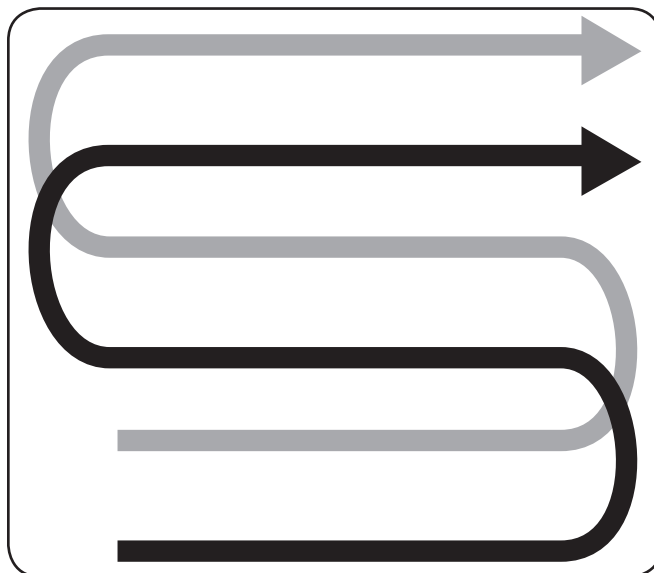

Figura 5-7
- Cuando se prepara un lecho de siembra solapar la mitad del ancho de la cultivadora en cada uno de los pases. Vea la Figura 5-7.